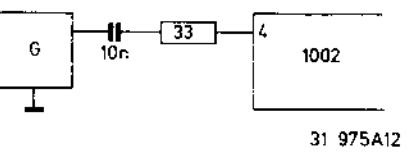
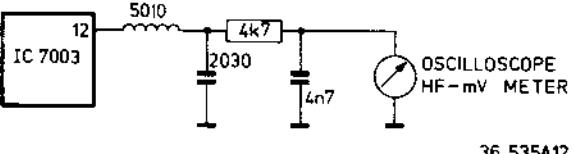

Fig. 1
Fig. 2
- Messender gemäss Bild 1 und Oszilloskop oder HF-Millivoltmeter gemäss Bild 2 anschliessen.
- Messender gemäß Bild 1 und Oszilloskop oder HF-Millivoltmeter gemäß Bild 5 anschliessen.